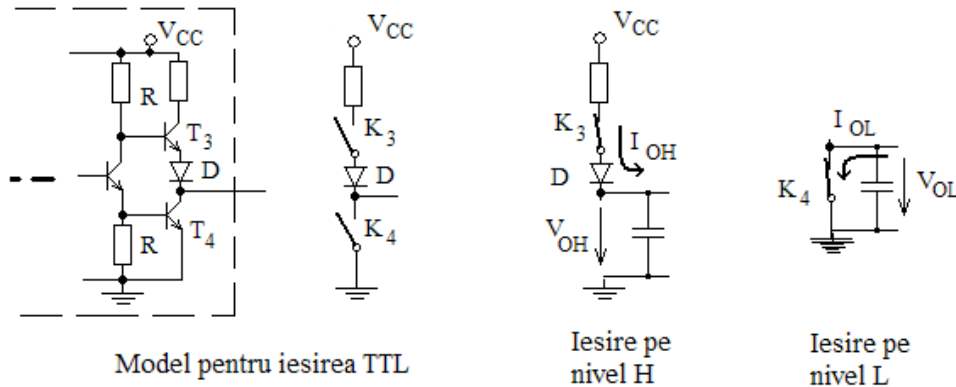

Fig.3. Etajul de ieșire TTL
- Cele două tranzistoare au o comportare de comutatoare funcționând în contratimp(fig.3.); se asigură astfel o cale rapidă de încărcare/descărcare pentru eventuala sarcina capacitivă;